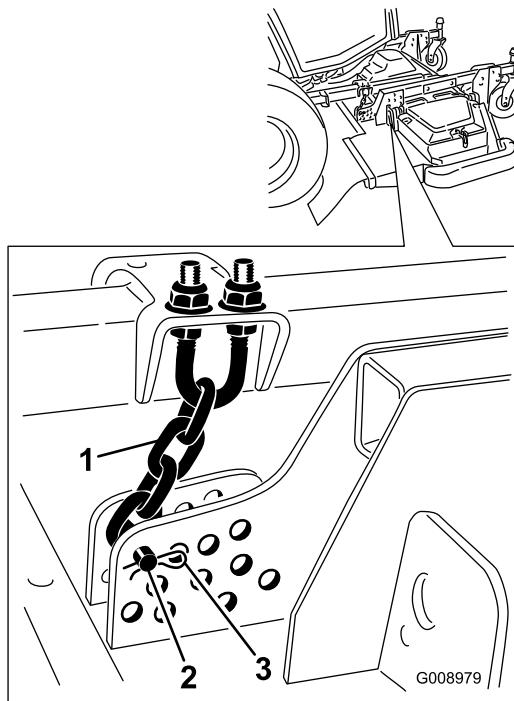

図 91
3. 刈高チェーンをカッティングユニット後部に固定しているヘアピンコッターとクレビスピングを取り外す（図 91）。